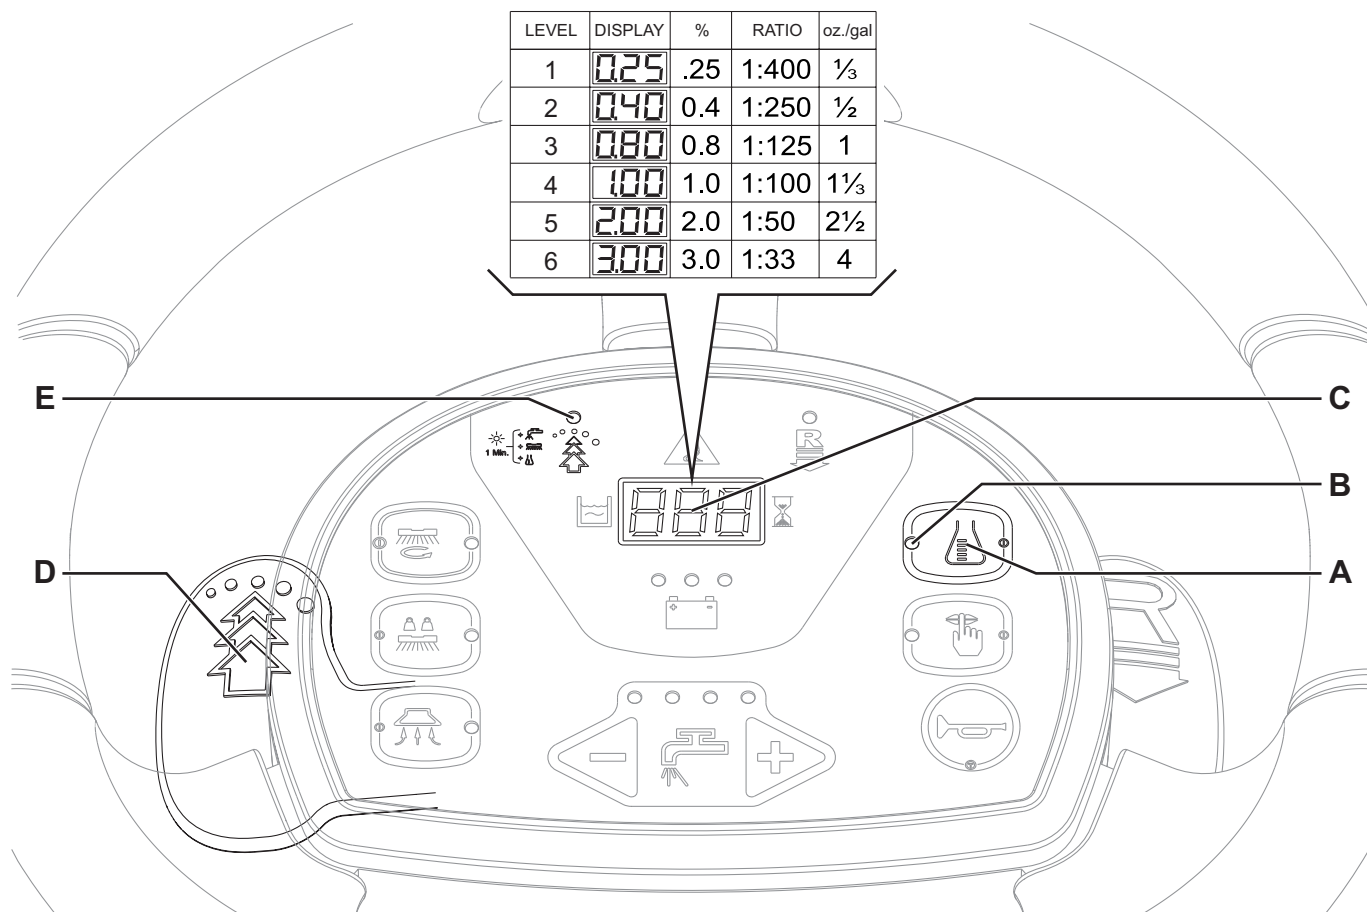

Figura 4
1. Dezactivați întrerupătorul comenzii de debit pentru detergent (A) (LED-ul (B) trebuie să fie STINS).
2. Apăsăți și țineți apăsat întrerupătorul comenzii de debit pentru detergent (A) până când LED-ul (B) luminează intermitent.
3. Eliberați comutatorul (A). Apăsăți-l din nou pentru o perioadă scurtă de timp pentru a trece la următorul nivel ilustrat pe afișajul (C), în tabelul din Figura 4; repetați procedeul până când este obținută setarea dorită.
4. Așteptați până când LED-ul (B) nu mai luminează intermitent: noul nivel este în acest moment setat.